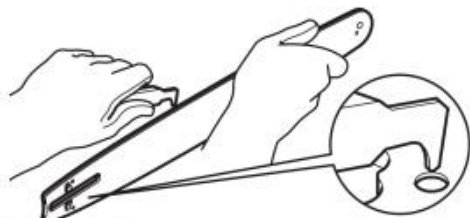

Fig. 71
4. Entfernen Sie Rückstände von den Schienen an der Führungsschiene (C13) mit einem Schraubendreher, einem Spachtel, einer Drahtbürste oder einem ähnlichen Werkzeug. Dadurch bleiben die Ölkkanäle offen, um eine ordnungsgemäße Schmierung der Führungsschiene (C13) und der Sägekette (C12) zu gewährleisten (Abb. 71).